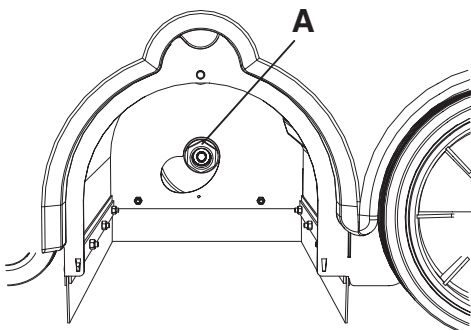
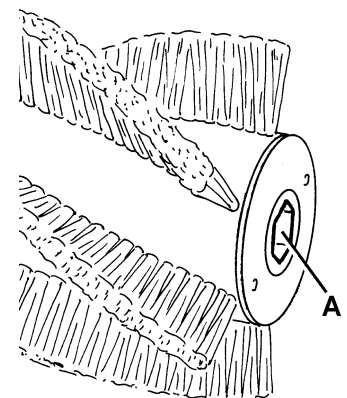

Figure 6
Figure 8
9. Contrôler que le moyeu entraîneur (A, Fig. 6) est propre et non obstrué par des objets (cordes, chiffons, etc.) enroulés accidentellement.
11. Installer le nouveau balai central dans la machine et s'assurer que sa prise (A, Fig. 8) s'insère dans le relatif moyeu entraîneur (A, Fig. 6).